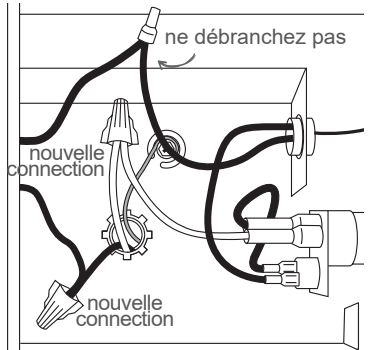
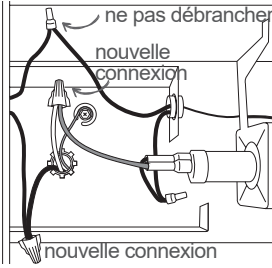
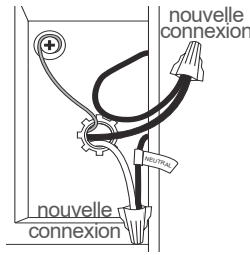

Figure 3
Figure 4
Figure 5 / 120 ou 208 volt
- B. Pour le 120 volts, branchez le fil d'alimentation neutre (blanc) au fil blanc du radiateur du côté gauche (Figure 3). Du côté droit, branchez le fil marqué NEUTRE au fil d'alimentation blanc (Figure 5).
- C. Pour le 208 volts, branchez le fil d'alimentation neutre (blanc) au fil orange du radiateur du côté gauche (Figure 4). Du côté droit, branchez le fil marqué NEUTRAL (neutre) au fil d'alimentation blanc (Figure 5).
3. Dans le compartiment du câblage de chaque radiateur, connectez un fil d'alimentation avec un des fils du radiateur en utilisant un fil connecteur (pas inclus), il n'importe pas quel fil (voir Figure 2 ou Figure 4).
4. Connectez le reste des fils d'alimentation avec le reste des fils du radiateur en vous servant d'un fil connecteur (pas inclus) (voir Figure 2 ou Figure 4).